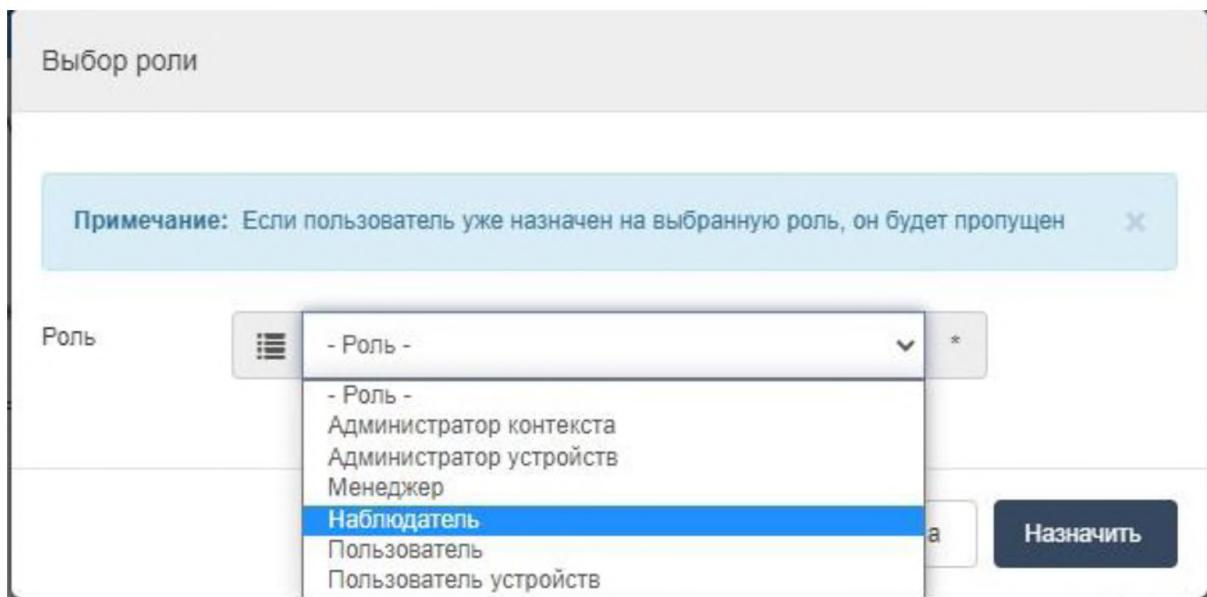

Рисунок 26 – Выбор роли
- 6) Выберите роль и нажмите **Назначить** (рис. 26).